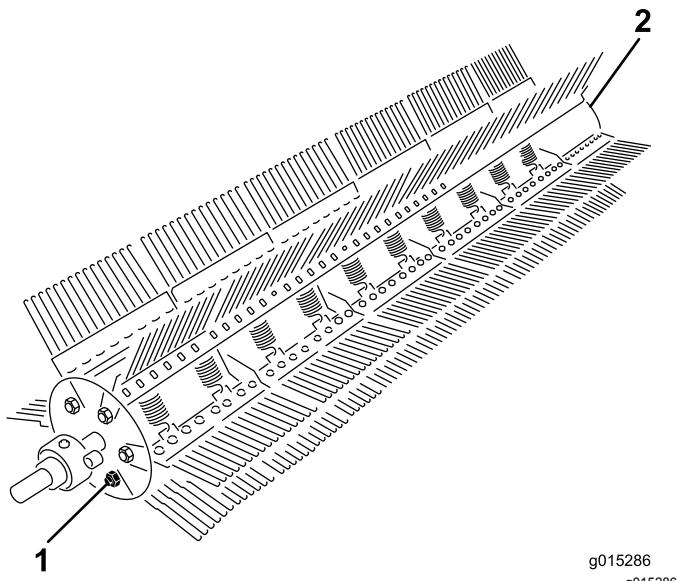

Bild 27
2. Entfernen Sie die Schraube und Sicherungsmutter von einem Ende der Rechenstange (Bild 27).